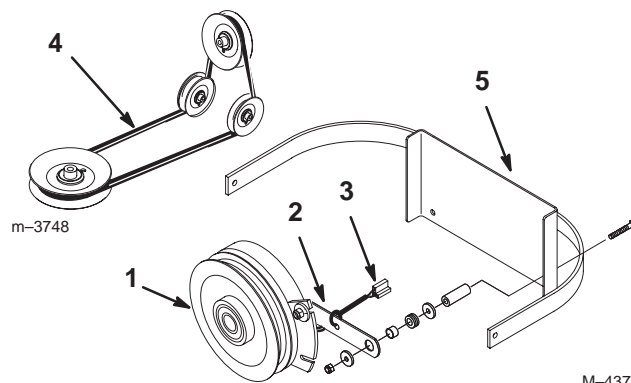

Figure 61
2. Retirez la barrette de retenue de l'embrayage du bâti de la machine et débranchez la borne de l'embrayage du faisceau de câblage (Fig. 61).
7. Posez la barrette de retenue de l'embrayage et branchez la borne de l'embrayage au faisceau de câblage (Fig. 61).